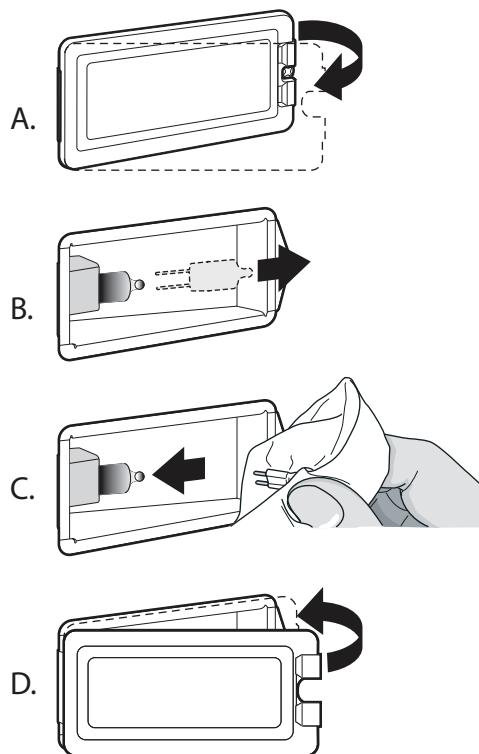

Figure 35 : Emplacement de l'ouverture
3. Insérez la pointe d'un tournevis plat entre l'attache de fixation et le boîtier de la lampe (Figure 35, A).
6. Enlevez le couvercle de la lentille de verre (Figure 35, B).
8. Ne touchez pas au verre de la nouvelle ampoule de remplacement avec vos doigts, sans quoi elle ne fonctionnera pas lorsque vous l'allumerez. Prenez l'ampoule de remplacement avec un linge sec et propre. Localisez les deux fentes du support de céramique en y poussant doucement les deux broches de l'ampoule (Figure 35, C).
11. Rallumez le disjoncteur (Figure 35, D).